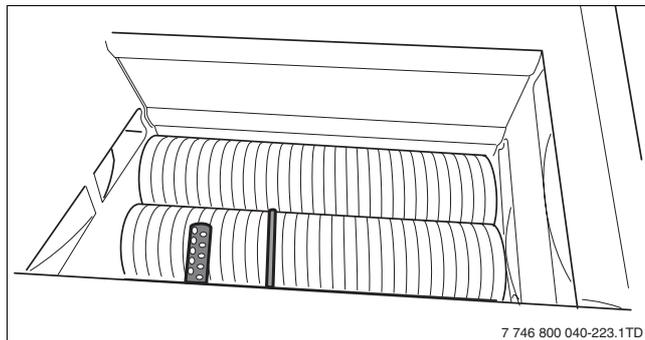
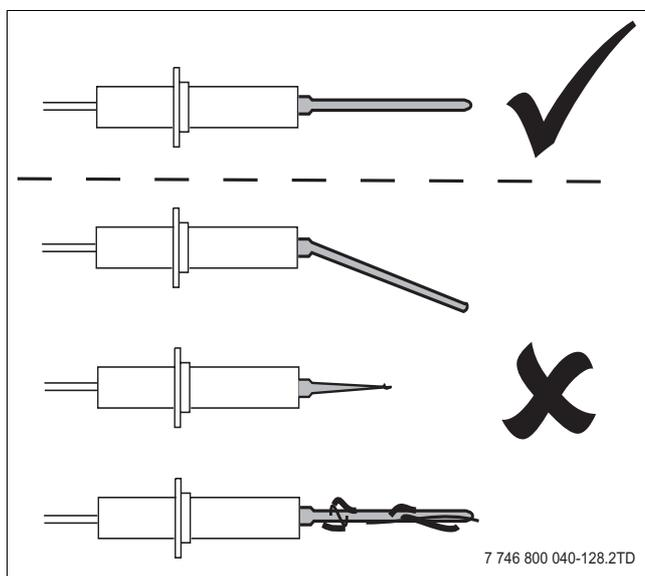
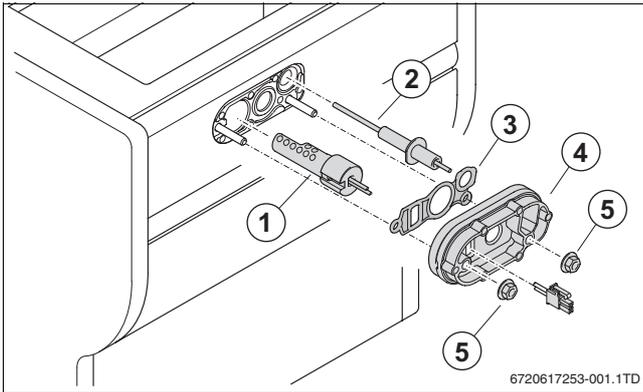

Fig. 90 Controllare l'elettrodo di ionizzazione e il dispositivo di accensione a incandescenza
Fig. 91 Controllo dell'elettrodo di ionizzazione
Fig. 92 Sostituzione del dispositivo di accensione
- Verificare l'eventuale presenza di usura, danni o sporcizia sulle parti separate dell'unità di accensione (→ fig. 92) (→ fig. 90 e fig. 91).